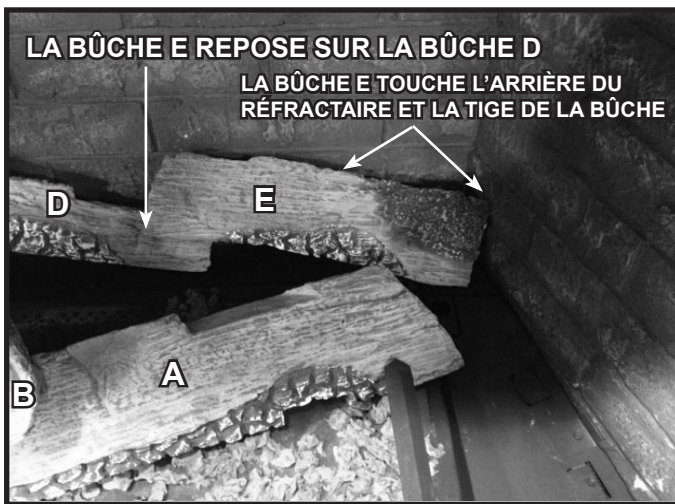

Figure 9. Bûche E installée
5. **(BÛCHE E)** : Localisez la tige pour la bûche E dans la figure 4. Placez la bûche E dans l'appareil avec sa zone brûlée orientée vers l'avant de l'appareil. L'extrémité droite de la bûche devrait reposer contre la tige de la bûche, et l'extrémité gauche de la bûche devrait reposer sur la bûche D. L'arrière de la bûche E devrait toucher l'arrière du réfractaire. Voir la figure 9.